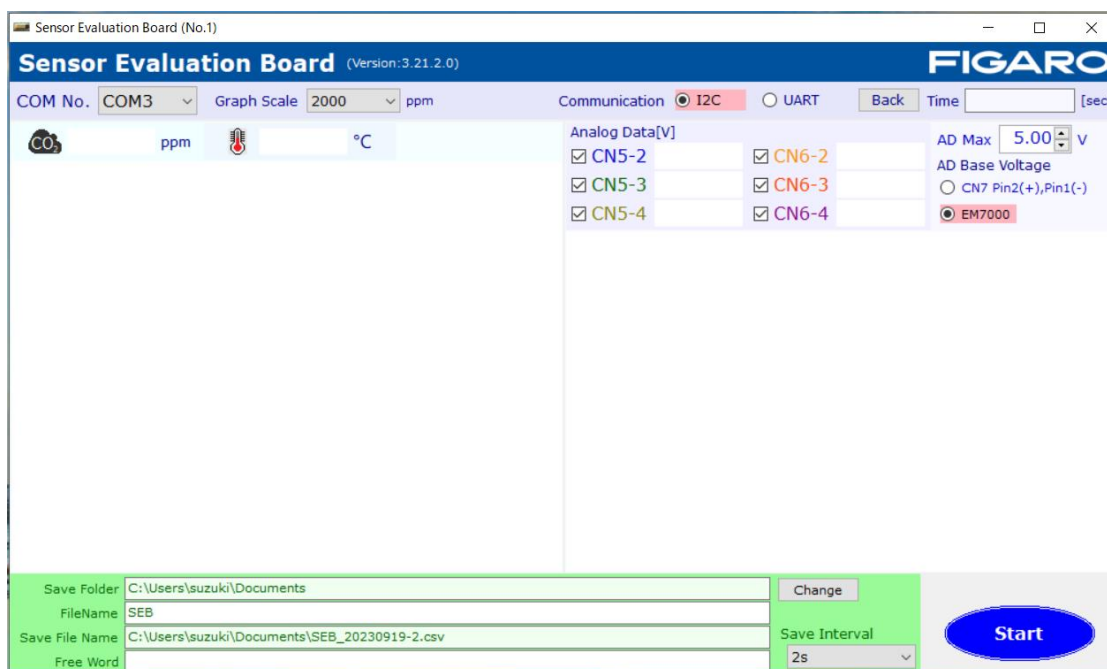

図 8 専用アプリ起動画面
- ⑤ コンピュータにインストールされた専用アプリ (ConcMeasure.exe) のアイコンをダブルクリックすると図8の起動画面が表示されます。